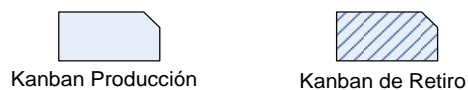

ILUSTRACIÓN 1.4.2-1: TARJETAS KANBAN DE PRODUCCION Y RETIRO
1. El Kanban de producción “activa” la producción de partes. (Ilustración 1.4.2-1)
2. El Kanban de movimiento es básicamente una lista de compras que instruye a un “transportador” que piezas transferir. (Ilustración 1.4.2-1)